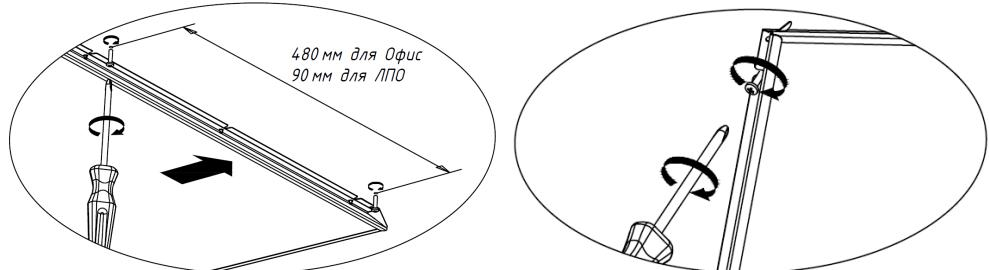

Рисунок 6
- 1) Разметить и подготовить в поверхности два отверстия (рекомендуемый диаметр винтов 4-5мм). Расстояние между отверстиями для Офиса - 480мм, для ЛПО - 90мм, см. рисунок 1 и рисунок 6.